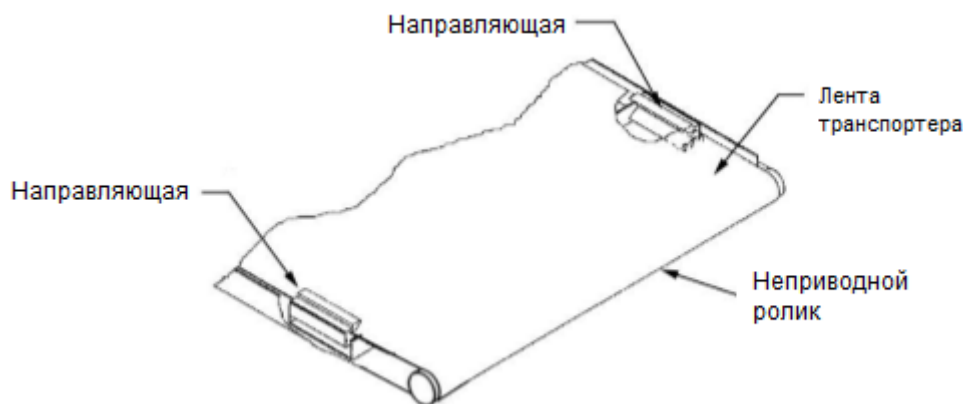

Рис. 22 – Показана обратная сторона транспортера
6. Направляющая расположена с нижней стороны настила транспортера рядом с непериводным роликом (Рис. 22). Задняя часть направляющей намагничена и таким образом она крепится к боковой стенке настила транспортера. Не устанавливайте